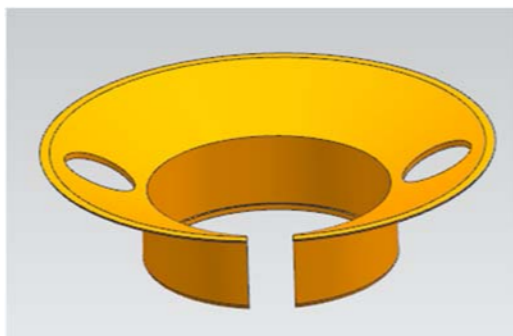

图 1 油封保护套
2) 三合一驱动总成在分解修理后，再重新装到车上，驱动电机和前箱体是一体的，待驱动电机传动轴插入变速箱差速器端口花键卡圈锁住后，增加油封工装，再使用油封保护套（如图 1），确保油封无异常，防止刮伤油封。加入 0.8L 润滑油。确认注油螺塞和放油螺塞螺纹无异常，注油螺塞打紧力矩 35-39N.m，放油螺塞打紧力矩 47-53N.m，涂漆标。安装驱